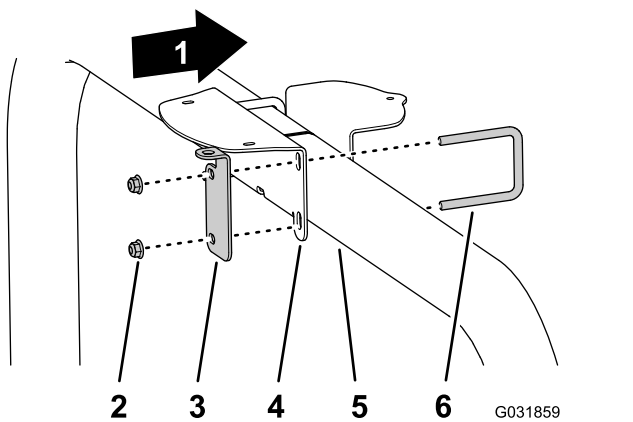

图 125
- 如果您的机器配备了GNSS全球导航卫星系统和CDMA 或 GSM RTK 校正调制解调器组件请使用 2 个 U 形螺栓和 4 个凸缘锁紧螺母 $\frac{3}{8}$ 英寸将接收器安装支架和 RTK 天线支架组装到 ROPS 管上图 125。